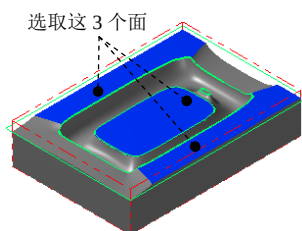

图 23.32 选取加工面
Step1. 选择加工方法。选择下拉菜单 **刀具路径 (T)** → **曲面精加工 (F)** → **精加工浅平面加工 (S)...** 命令。
(1) 在图形区中选取图 23.32 所示的面 (共 3 个面), 然后按 Enter 键, 系统弹出“刀